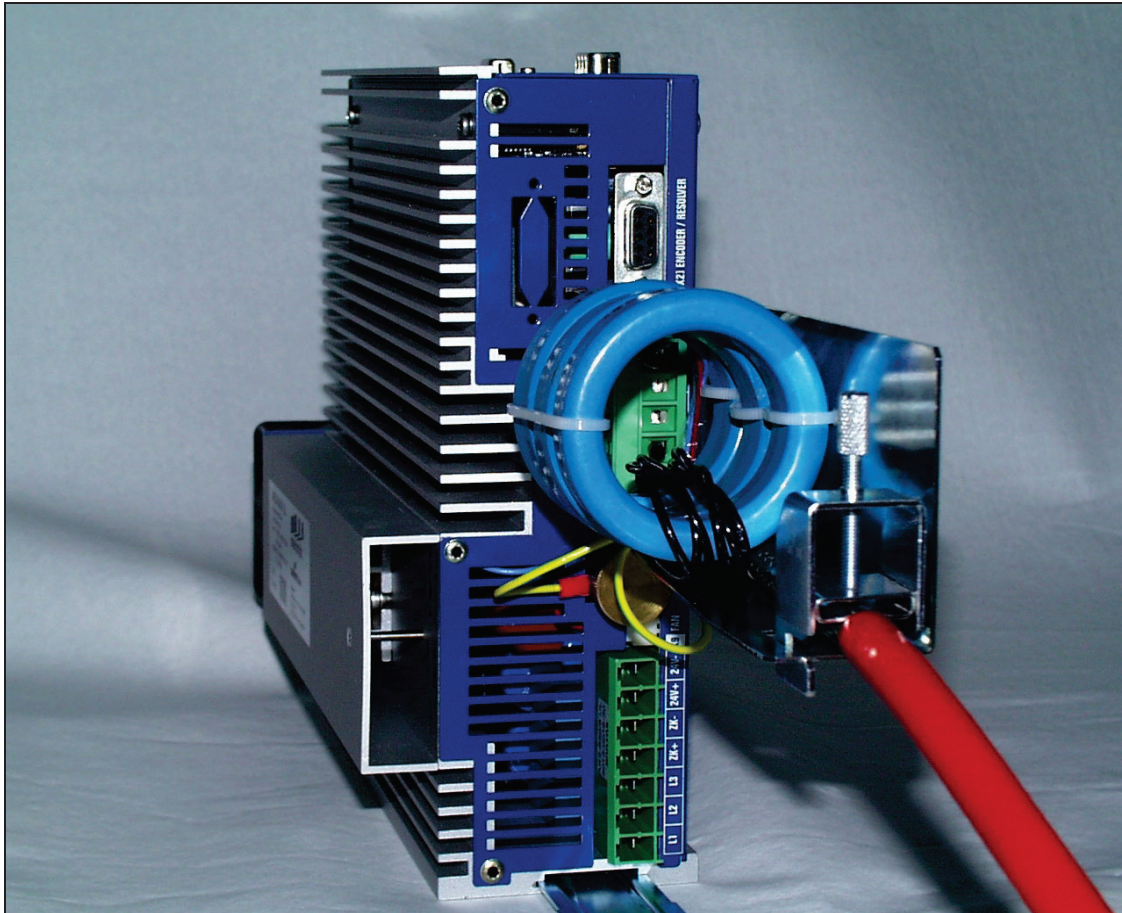

Abbildung 28: Montageaufbau: EMV-Kit mit 3 Ringkernen
Der Montageaufbau ist auf folgenden Abbildung 28 ersichtlich und zeigt eine Applikation mit 3 Ringkernen.
3. Die 3 Motorphasen des vorbereiteten Motorkabels 2 mal gemäß Abbildung 28 (Seite 89) durch die Ringkerne führen und an den Motorstecker [X6] anschließen.
6. Den Motorkabelschirm mit der Schirmklemme am EMV-Blech gemäß Abbildung 28 (Seite 89) auflegen.